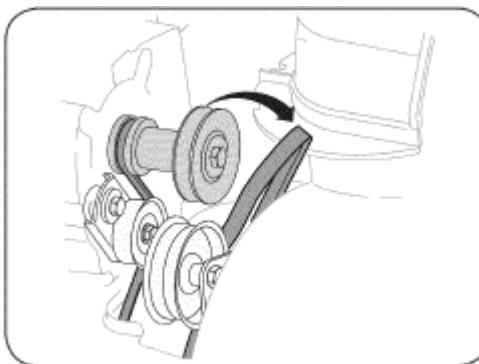

Рис. 29
3. Стащите ремень шнека со шкива двигателя (См. Рис. 29).